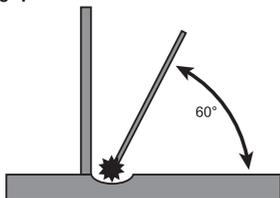

Рис. 22 Сварка тонкого металла с более толстым
**Совет первый.** При сварке тонкого металла с более толстым (Рис. 22.) необходимо, чтобы угол наклона между толстым металлом и электродом составлял около  $60^\circ$ .